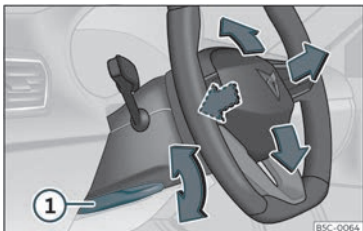

Fig. 4 Panca na parte inferior do lado esquerdo da columna de dirección.
- Puxe da panca»» fig. 4 ① abaixo, mova o volante á posición desexada e suba a panca de novo ata o punto de peche.
- Despois de axustar a columna de dirección, empurre firmemente a panca»» fig. 4 ① cara arriba para que o volante non mude